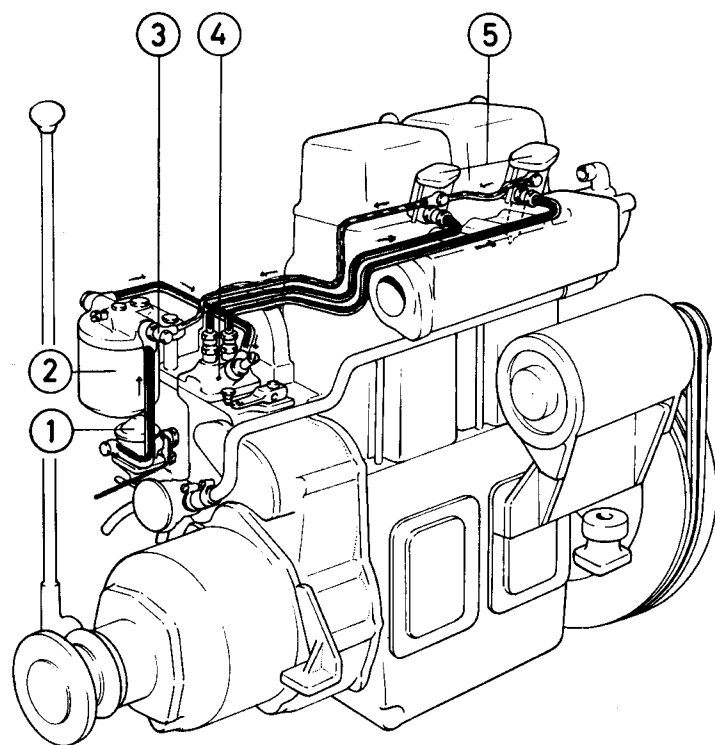

Fig. 11. Bränslesystem.
Bränslesystemet består av matarpump (1, fig. 11) med förfilter, finfilter (2), insprutningspump (4) med regulator, insprutare (5) samt rörledningar och bränsletank.